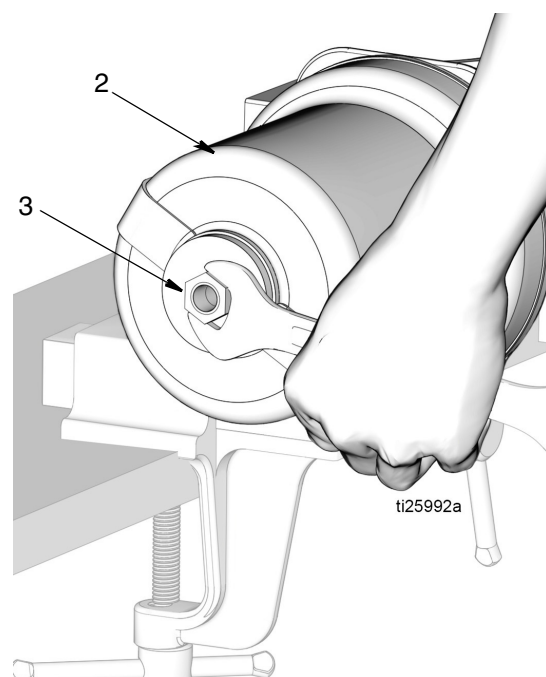

FIG. 18
13. Rimuovere il dado di fermo del pistone (3) dalla parte superiore della cilindro pneumatico (2) (FIG. 18).